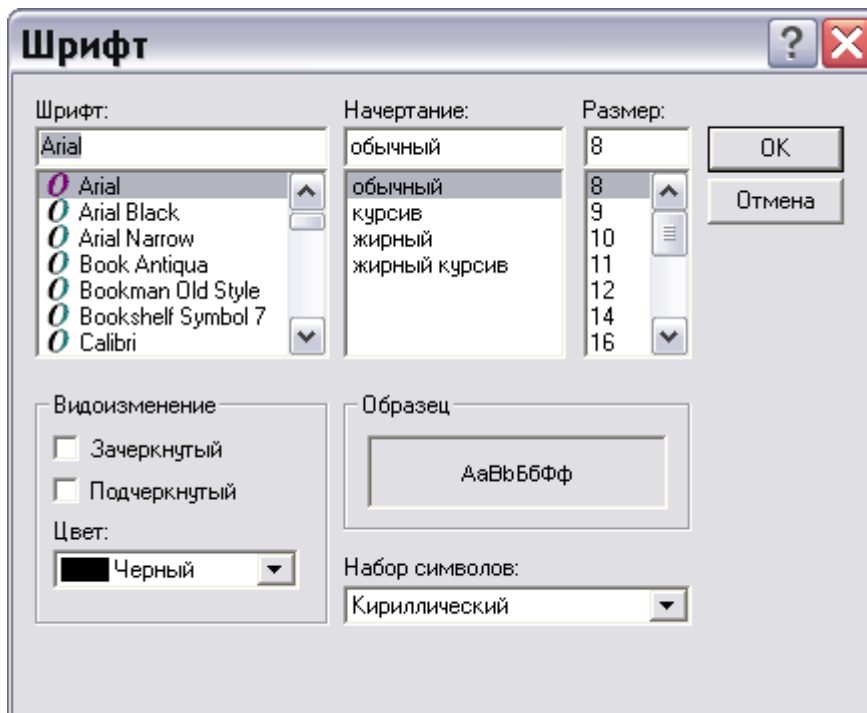

Рис. 16
- В появившемся диалоговом окне **Шрифт** стандартным образом установите вид и кегль шрифта для объекта (Рис. 16).